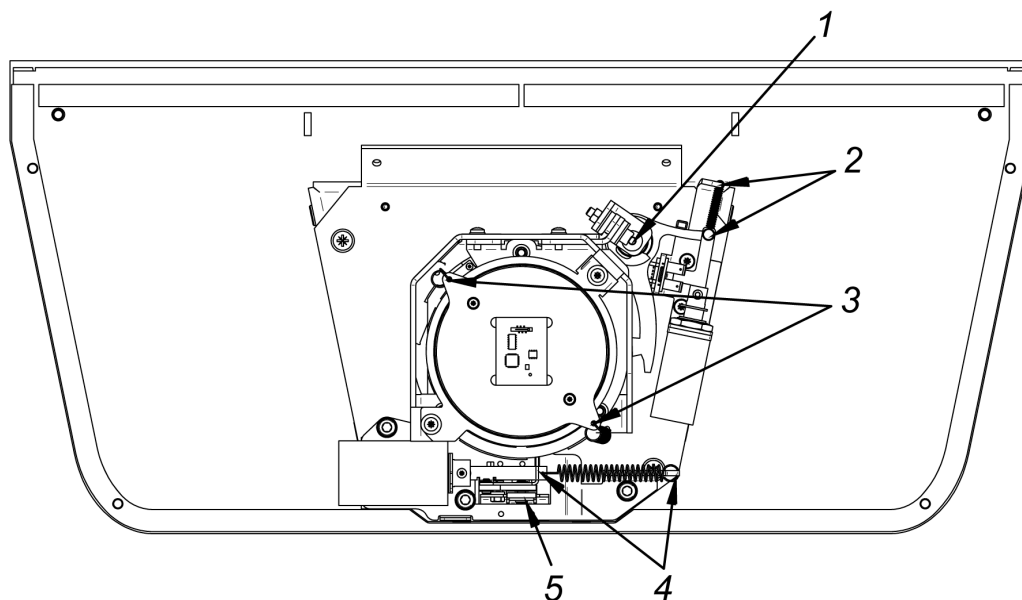

Рисунок 17. Техническое обслуживание механизма турникета
3. Проверьте надежность крепления преграждающих планок (3) к маховику и при необходимости подтяните установочные винты крепления преграждающих планок.
5. Снимите колпак турникета (1) с блоком индикации (2) согласно разд. 6.
- ось вращения рычага стопора (точка **1** на рис. 17) – смазкой **Chain and Rope Lube Spray – WEICON** или другой с аналогичными свойствами;
- места крепления пружин (точки **2, 3, 4** на рис. 17) – молибденовой смазкой;
- детали механизма аварийного открытия прохода (автоматического опускания преграждающей планки «Антипаника», точка **5** на рис.17) – смазкой **Chain and Rope Lube Spray - WEICON** или другой с аналогичными свойствами.